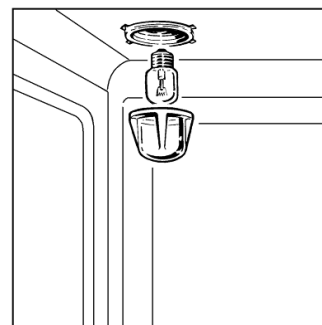

Рис.6
**Замена лампочки в помещении печи** – Отключить прибор от электричества, отвинтить защитный стеклянный колпачок (Рис. 6); выкрутить лампочку и заменить ее на другую, подходящую для высоких температур (300°C) с такими же характеристиками: